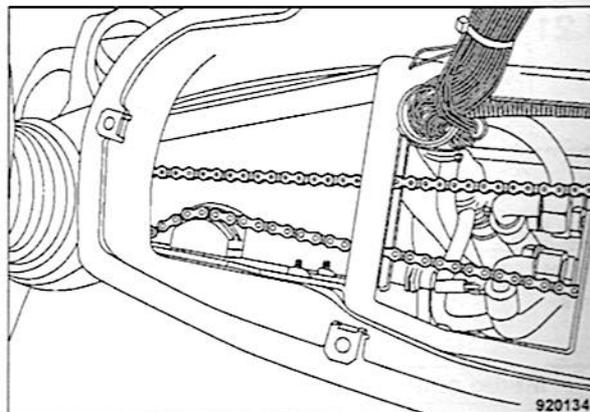

Fig. 150
- Comprobar el estado del patín guía de la izquierda (Fig. 150) y cambiarlo, si fuese necesario.